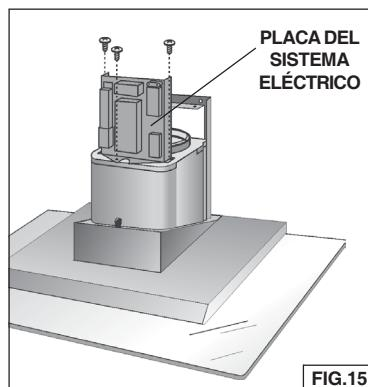

FIG.15
4. Montar la placa del sistema eléctrico fijándola mediante 3 tornillos de montaje (3.9x9.5mm) - Fig. 15.